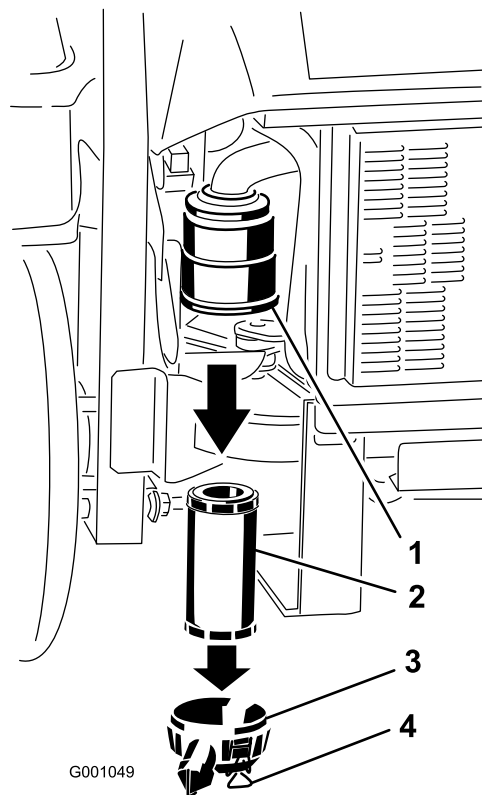

Bild 39
3. Lösen Sie die Riegel am Luftfilter und ziehen Sie die Abdeckung vom Gehäuse ab (Bild 39).
5. Schieben Sie den Filter vorsichtig aus dem Luftfiltergehäuse heraus (Bild 39). Vermeiden Sie ein Anstoßen des Filters an der Seite des Gehäuses.